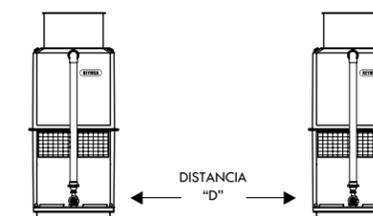

Figura A-1: Distancia mínima sugerida entre torres
- Dejar espacio suficiente que garantice una operación segura. Colocar las torres lo suficientemente separadas entre si, para que la descarga de aire no sea absorbida por la otra. Como referencia se puede utilizar la Tabla A-1 y Figura A-1 para conocer las distancias mínimas entre torres o entre torre y pared.